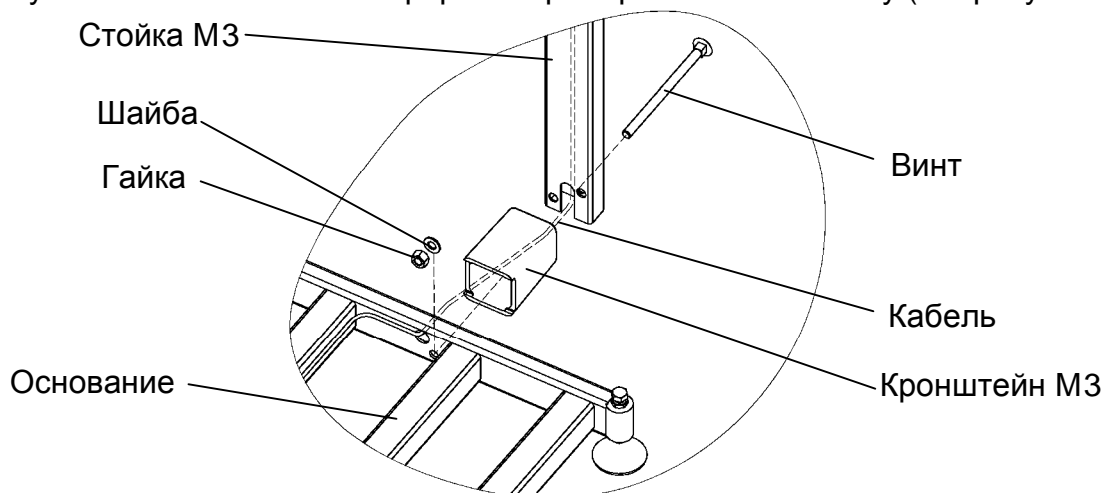

Рисунок 6.4 - Крепление прямоугольной стойки к основанию весовой платформы ТВ-М_А
- протянуть кабель весовой платформы через кронштейн и стойку (см. рисунок 6.4);